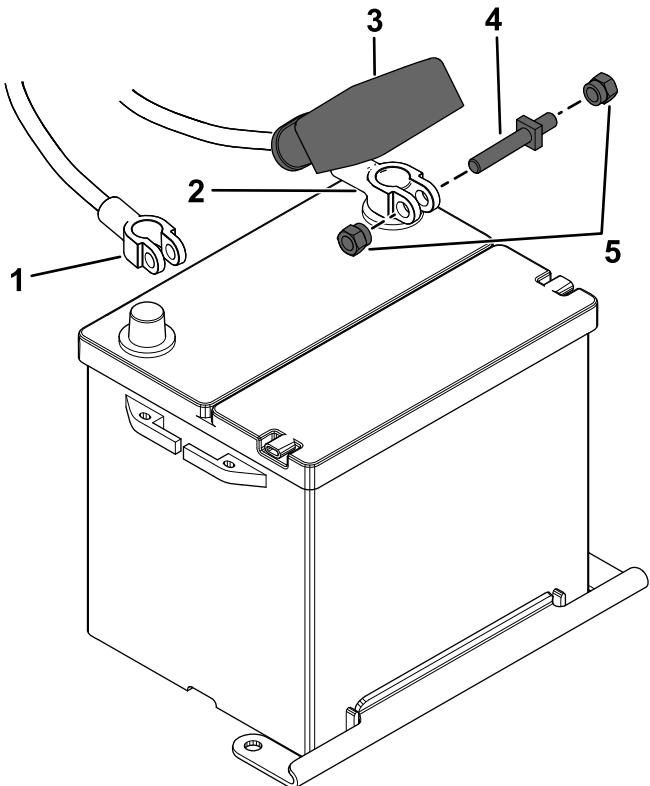

Bild 107
1. Klemmen Sie die Batteriekabel ab (Bild 107).